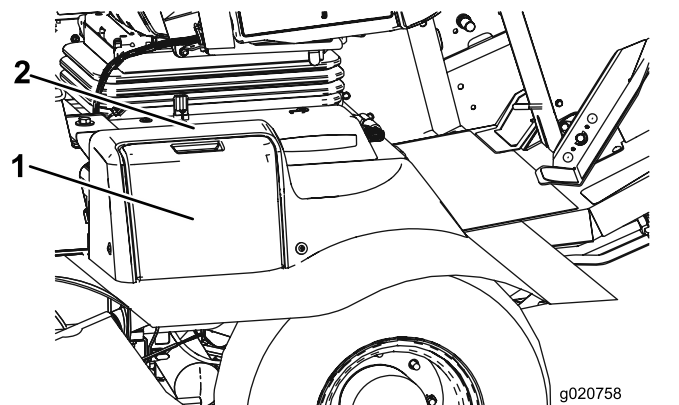

Figura 59
1. Abra a cobertura da bateria no lado do resguardo (Figura 59).
Nota: Pressione a superfície plana por cima da cobertura da bateria para facilitar a remoção da cobertura (Figura 59).